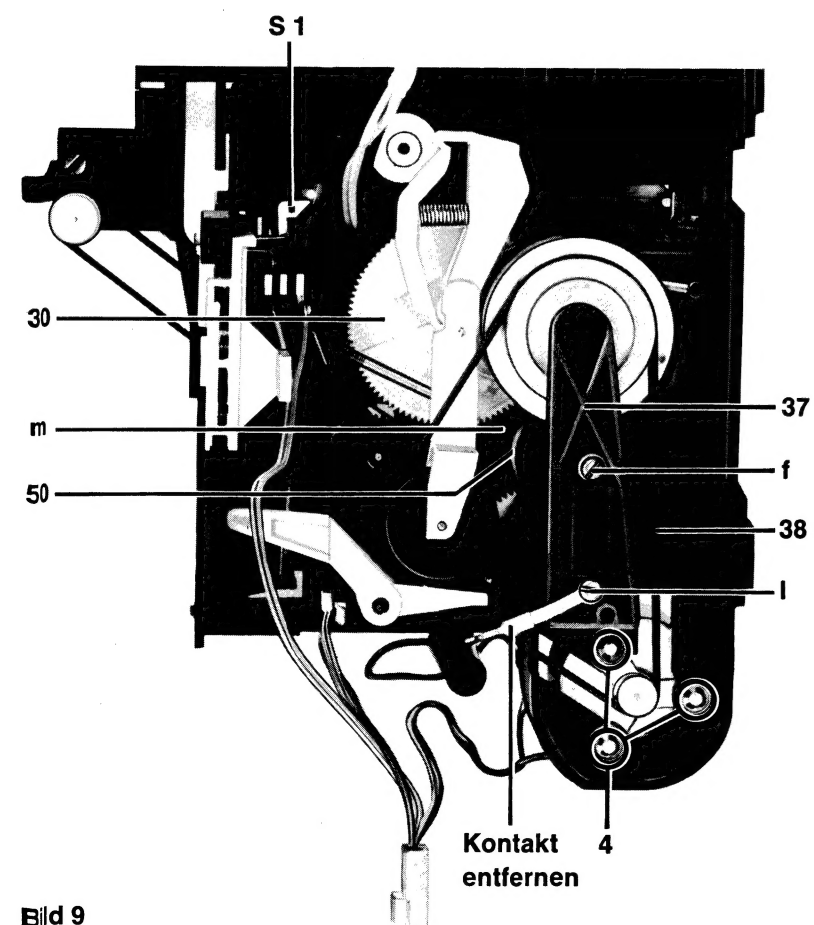

Bild 9
9. Axialspieleinstellung der Schwungscheibe (Bild 9)
18. Bandendabschaltung (Bild 9)
Kontaktfedersatz S1 [Bild 9, 11]